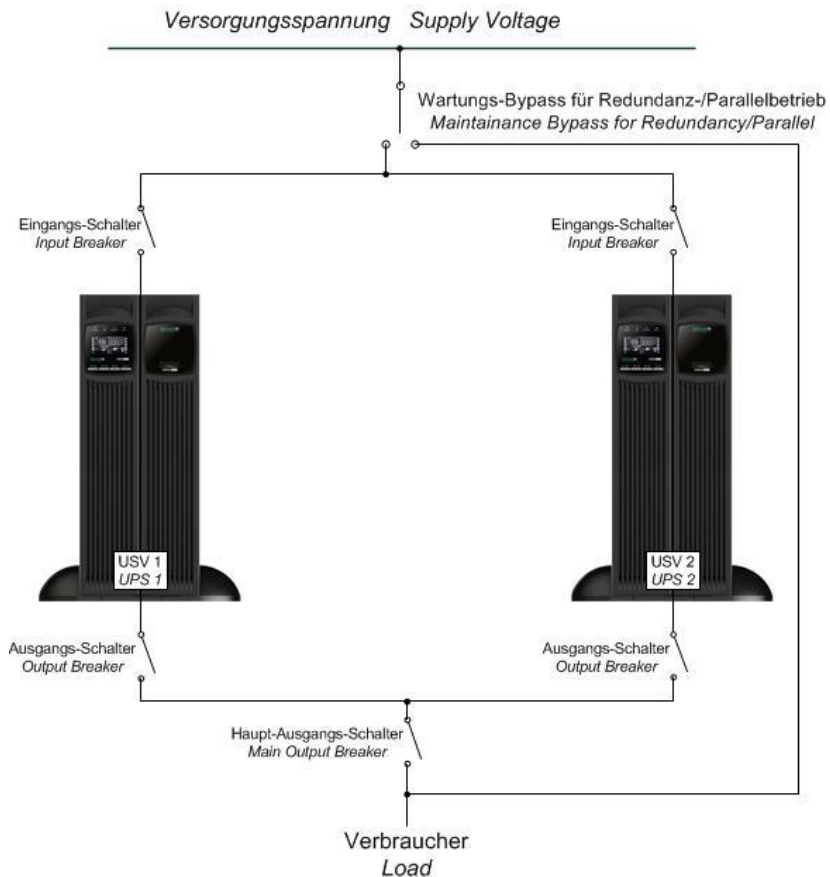

Abbildung 17: Blockschaltbild Parallelschaltung
3. Außerdem empfiehlt ONLINE eine zusätzliche Revisionsumgebung (nicht im Lieferumfang) für den Verbund zu installieren (siehe Abbildung 17: *Blockschaltbild Parallelschaltung*).